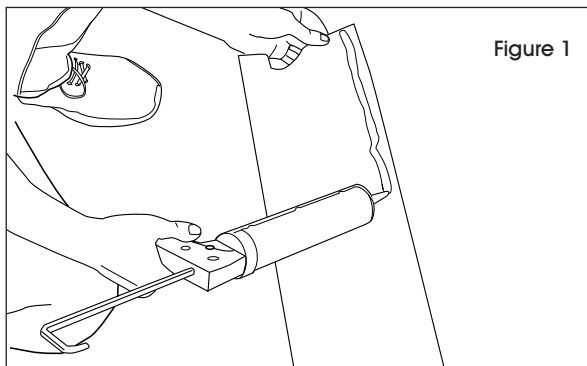

Figure 1
4. Appliquez le produit d'étanchéité au bas des sections droites et de coins. Le produit d'étanchéité doit être appliqué en ligne continue à 1 po des bords extérieurs pour assurer une étanchéité complète. (Voir Figure 1)